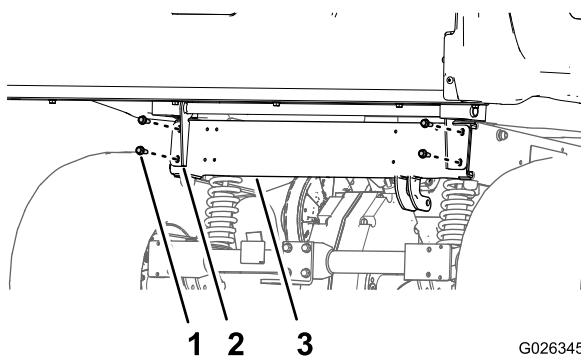

Figure 19
7. Abaissez le plateau avec précaution jusqu'à ce que les trous dans les supports de pivot soient en face des trous de fixation du plateau dans le profilé de cadre arrière (Figure 19).
8. Fixez les supports de pivot au profilé de cadre arrière au moyen des 4 boulons à embase (3/8 x 1 po) que vous avez retirés à l'opération 8 de Machines avec relevage manuel du plateau (page 3) ; voir Figure 19.
3. Abaissez le plateau avec précaution jusqu'à ce que les trous dans les supports de pivot soient en face des trous de fixation du plateau dans le profilé de cadre arrière (Figure 19).
4. Fixez les supports de pivot au profilé de cadre arrière au moyen des 4 boulons à embase (3/8 x 1 po) que vous avez retirés à l'opération 8 de Machines avec relevage électrique du plateau (page 5) ; voir Figure 19.